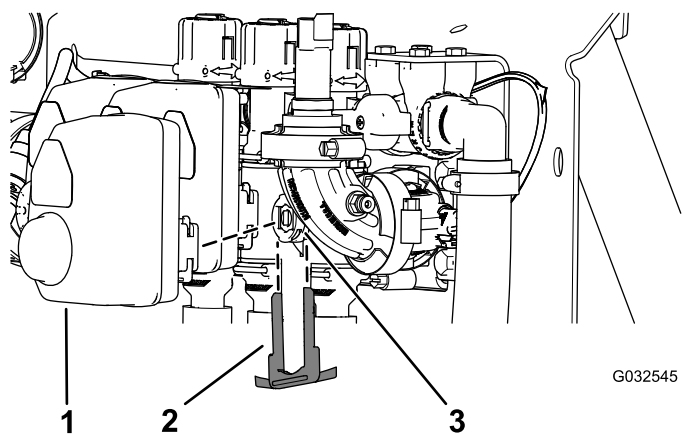

Figura 122
2. Retire la horquilla de retención que sujeta el actuador la válvula multivía (válvula de sección o válvula de agitación) (Figura 122).